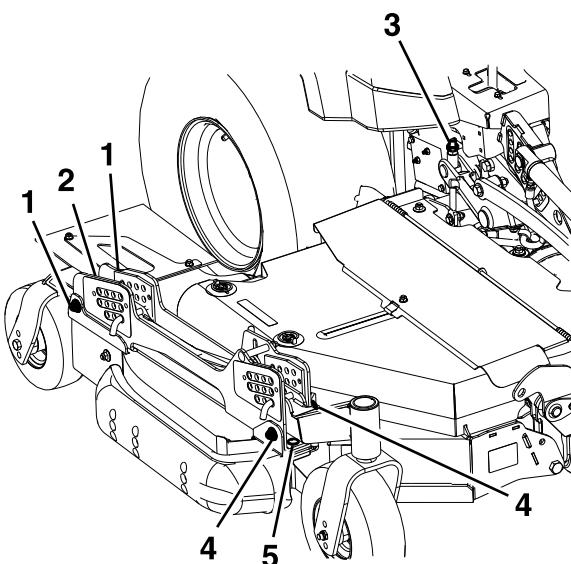

Figure 81
3. Sur les tabliers latéraux gauche et droit, la hauteur de la lame peut s'ajuster grâce à des points de réglage avant et arrière. Pour régler la hauteur d'une lame latérale, commencez par desserrer les écrous de fixation des supports de hauteur de coupe avant et arrière. Il y a quatre emplacements (deux de chaque côté du profilé), comme montré à la Figure 81.
- Si le tablier est trop bas, serrez le boulon de réglage de hauteur avant (Figure 81) en tournant l'écrou inférieur dans le sens horaire.
- Si le tablier est trop haut, desserrez le boulon de réglage de hauteur avant (Figure 81) en tournant l'écrou inférieur dans le sens antihoraire. Ajustez précisément les dispositifs de réglage arrière au besoin.
Réglez la hauteur de la roue arrière (Figure 81) de sorte qu'elle touche légèrement le sol, avec une pression minimale.
4. Mesurez l'arrière des lames latérales. Si l'une ou l'autre présente une inclinaison de moins de 1,5 mm (1/16 po), élevéz l'arrière du tablier en serrant les réglages arrière gauche et droit (Figure 81) jusqu'à ce que les quatre lames présentent une inclinaison minimale de 1,5 mm (1/16 po). Réglez les roues arrière latérales de sorte qu'elles touchent légèrement le sol, avec une pression minimale. Serrez les quatre emplacements de fixation des supports arrière (Figure 81).